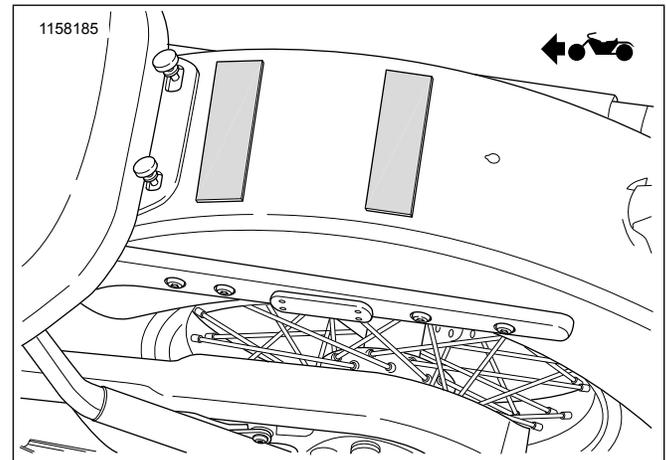

Figure 1. Positionnement du ruban anti-abrasion
1. Figure 1 Couper le ruban anti-abrasion en deux, l'ajuster à la largeur du garde-boue arrière et le poser.